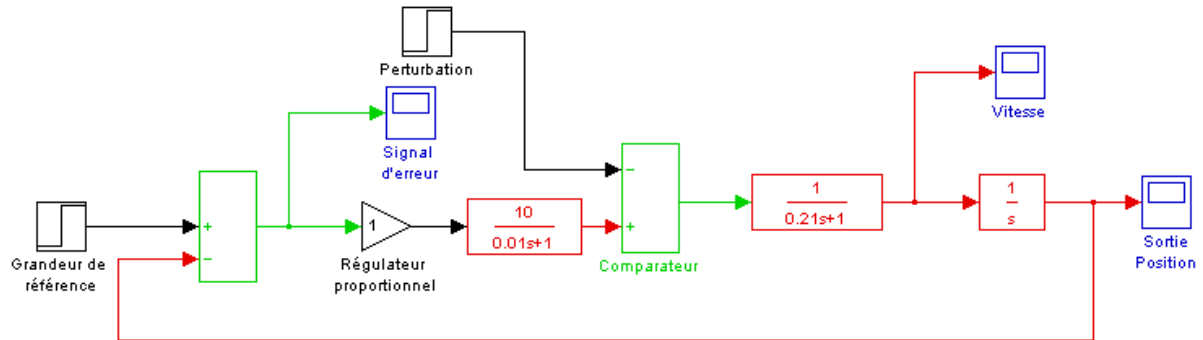

Figure 2 : Schéma de simulation d'un asservissement de position.
- Calcule et trace la réponse rampe sur la figure 2.